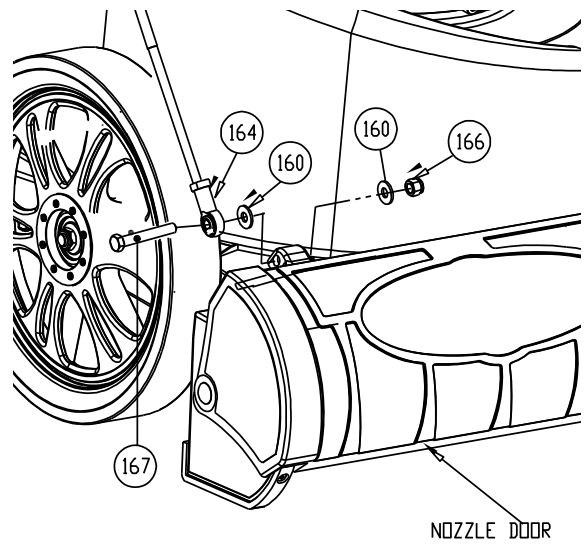

Fig. 4
5. Fastgør enden af stangen (element 164) til stangen på dyseåbningen. Stram kontramøtrikken for at fiksere stangen. (Se fig. 4 på næste side)
8. Fastgør stangen på dyseåbningen til håndtaget. Dette gøres med dyseåbningen lukket og håndtaget sat på indstillingen "slangesæt". **BEMÆRK:** Kontroller at dyseåbningen kan lukkes og åbnes helt op (se side 15). Stram eller løs enden af stangen (element 164) for justeringer. (Se fig. 4 og 5 på næste side)